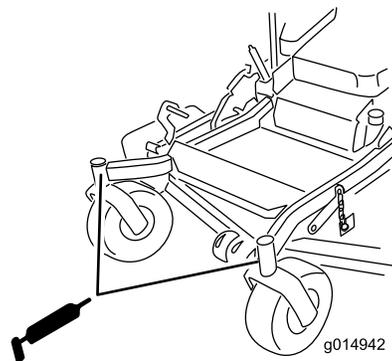

Figure 44
- Sortez le graisseur Zerk du trou. Remettez le bouchon hexagonal et le capuchon antipoussière en place (Figure 44).
- Graissez les roulements des roues pivotantes (Figure 44).